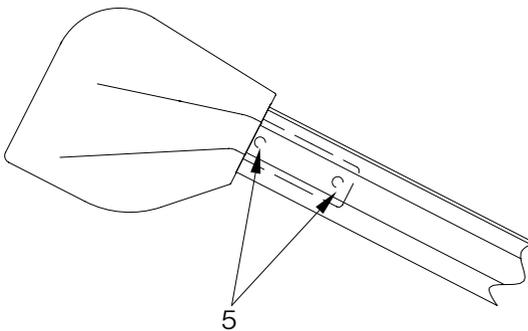

Abb. 13: Befestigung der Führungsschienen am Kasten
- » Verschrauben Sie diese an den dafür vorgesehenen Stellen an der Innenseite (5 – Abb. 13) mit Senkkopfschrauben M4 x6 TX20 (im Endmontageset 2 – Abb. 9). Achten Sie darauf, dass die Schraubenköpfe **komplett versenkt** sind. Die Fallstangenzapfen oder Zugbänder könnten sonst daran hängen bleiben und beschädigt werden.